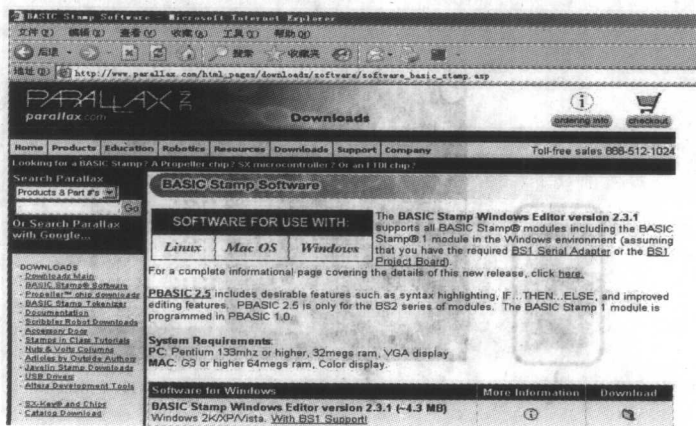

图 1.2 下载页面
从派拉力狮公司的网站上下载 BASIC Stamp 编辑器软件很容易。下载过程中将出现如图 1.2 所示的页面, 或许与你访问网页时看到的不同, 因为派拉力狮的网站在不断更新, 但步骤是类似的:
- 单击下载图标。如图 1.2 所示, 下载图标像一个文件夹, 其右边的描述为 “BASIC Stamp Windows Editor Version 2.3.1 (4.3MB)”。